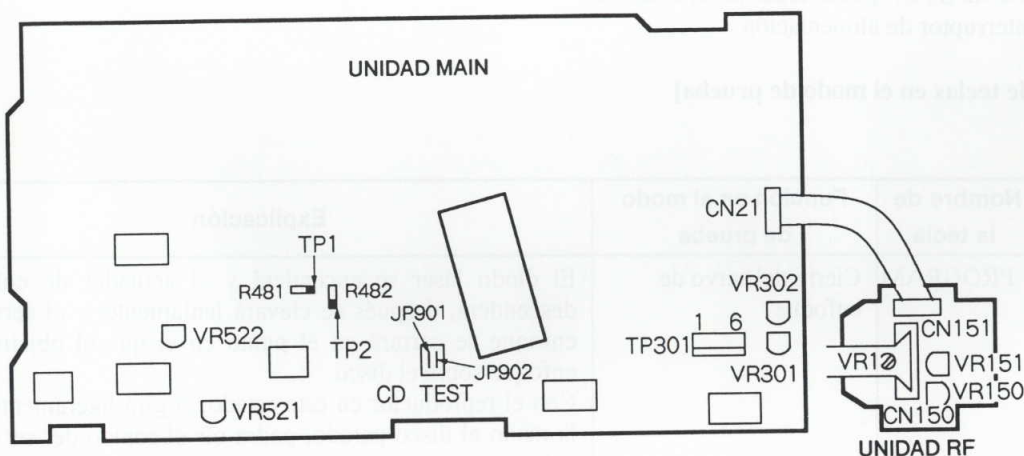

Figura 1 Lugares de ajuste
Nota: Se colocan TP1 y TP2 en la unidad MAIN. Vea la figura 1 - Puntos de ajuste en "6.2 Sección de CD."
Nota: Se colocan VR521 y VR522 en la unidad MAIN. Vea la figura 1 - Puntos de ajuste en "6.2 Sección de CD."
2. Cortocircuite los hilos de puentado (JP901, JP902) de modo de prueba. (Consulte la figura 1.)